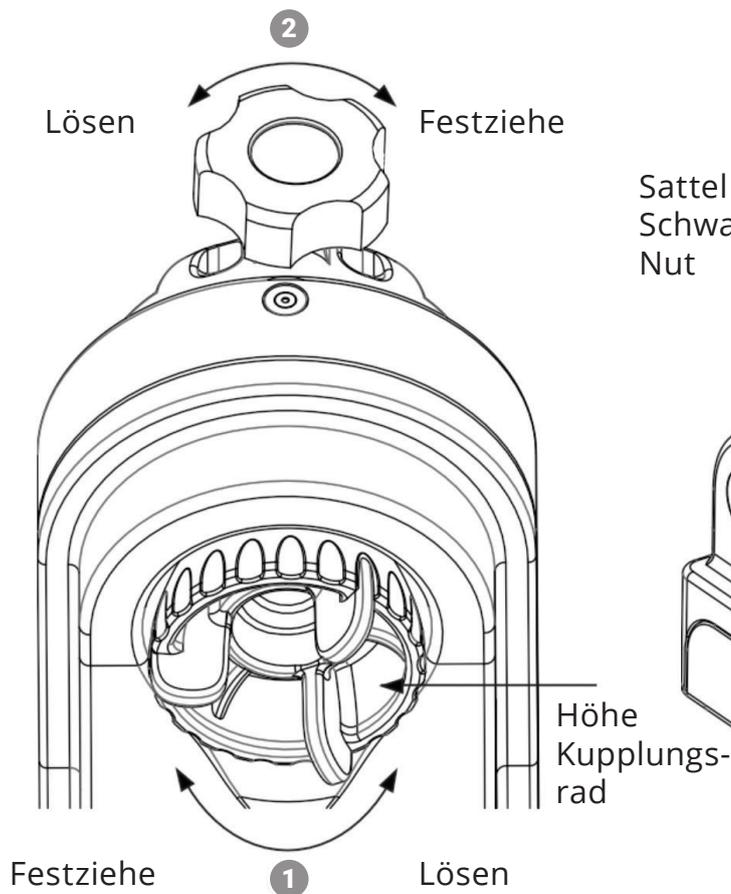

Abb. 1.3a
1. Lösen Sie das Höhenkupplungsrad und drehen Sie den Sattel, bis die Schwalbenschwanznut in der Horizontalen liegt, dann ziehen Sie das Höhenkupplungsrad wieder fest (**Abb. 1.3a**).